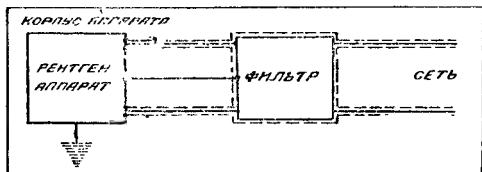

Рис. 3
4. Включением высокочастотных фильтров в сеть, питающую рентгеновский аппарат (рис. 3 и 4). Фильтры представляют собой различные комбинации из конденсаторов и дросселей и являются наиболее эффективной мерой защиты.